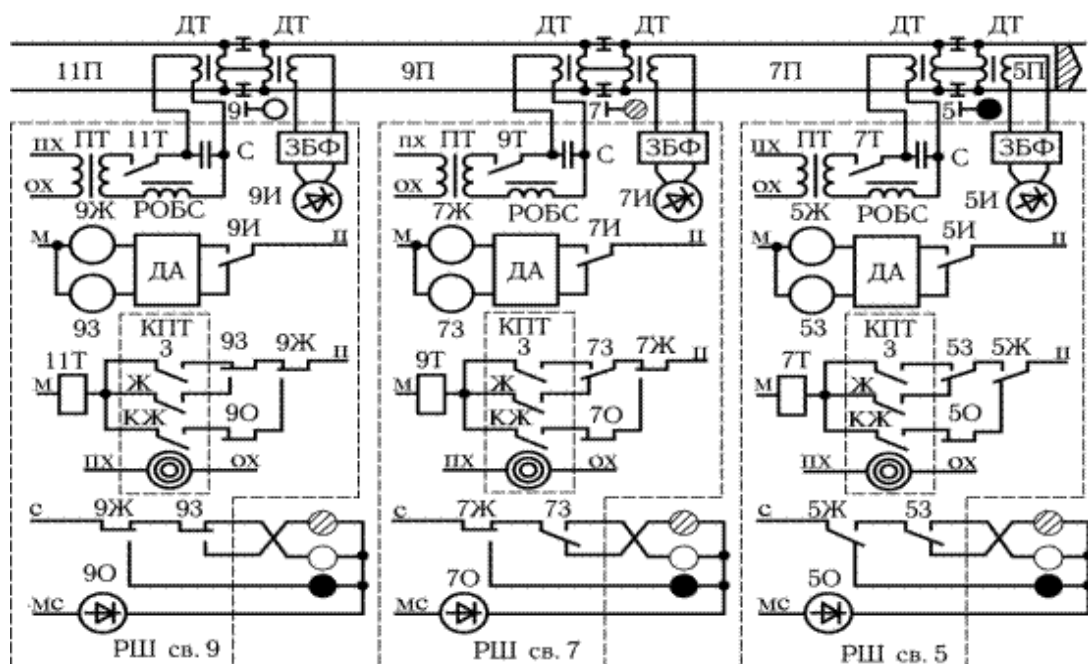

Рисунок 7 – Схема сигнальной точки числовой кодовой
7. Дана схема сигнальной точки числовой кодовой автоблокировки переменного тока (Рис. 7). Определить род тяги на перегоне;